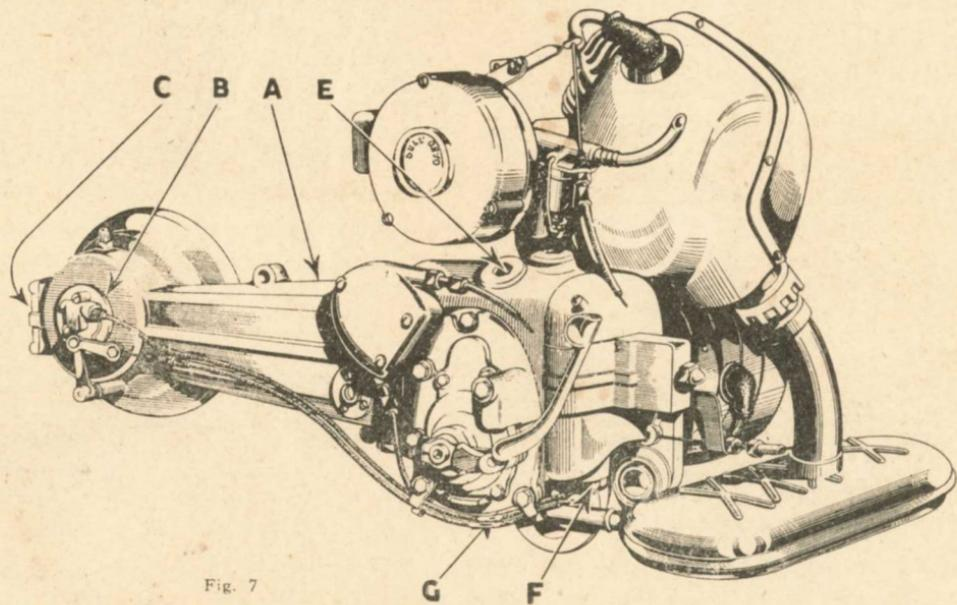

Fig. 7
Controle y mantenga el nivel de aceite en la caja de velocidades, agregando aceite por el orificio (E), hasta que salga por (F) (ver Fig. 7).
Cambie el aceite en la caja de velocidades, cuando el motor esté aún caliente. Para sacar el aceite quitar el tapón (G) (Fig. 7).